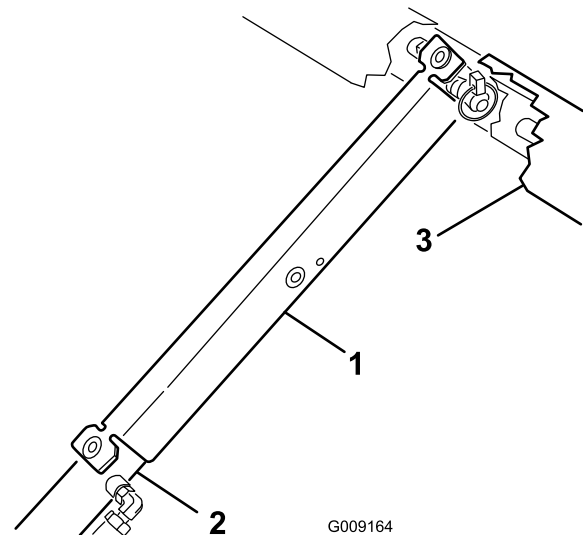

Figure 32
3. Poussez la béquille de sécurité du plateau sur la tige du vérin et assurez-vous que les pattes d'extrémité reposent bien contre l'extrémité du corps du vérin et l'extrémité de la tige du vérin (Figure 32).